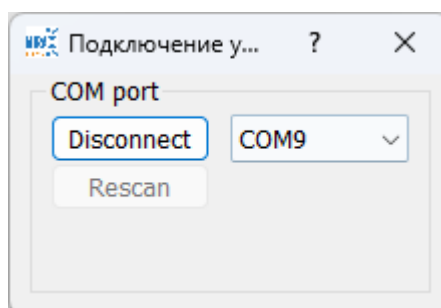

Рис.9 – Успешное подключение устройства
7. При успешном подключении кнопка «Connect» измениться на кнопку «Disconnect», как показано на Рис.9. Для продолжения работы и выхода в основное окно программы Рис.10, следует закрыть окно «Подключение устройства». При этом произойдет считывание информации с прибора.